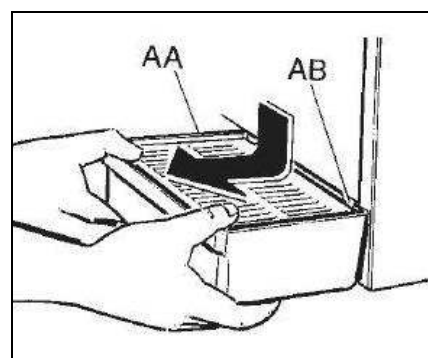

Fig. 21
- Smontare la vaschetta raccogli gocce (AA) ruotandola leggermente verso l'alto e tirandola verso l'esterno (vedi fig. 21).